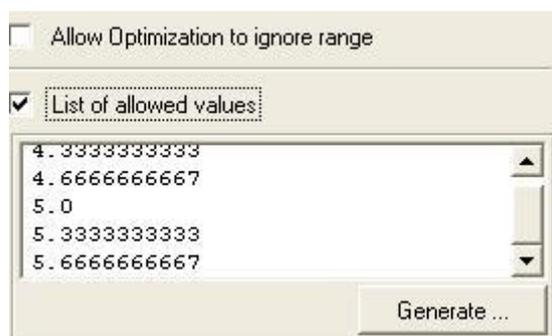

Рис. 50.
– Для переменных действительного типа можно задать список допустимых значений, установив флажок **List of allowed values** рис. 50. В этом случае дизайн - переменная будет изменяться дискретно, принимая только определенные значения. При установке флажка в окне появляется дополнительная область, где можно задать список значений